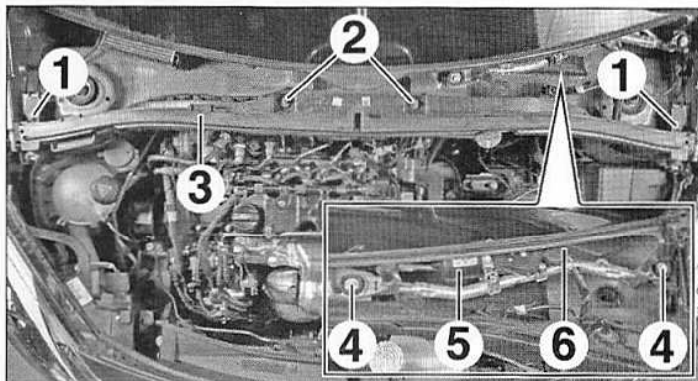

FIG.45
- les vis (1) (Fig.45),
- les écrous (2),
- le support (3),
- les vis (4).
- Extraire le mécanisme d'essuie-glace avant (5).
- Débrancher le connecteur (6).
- Déposer le mécanisme d'essuie-glace avant (5).